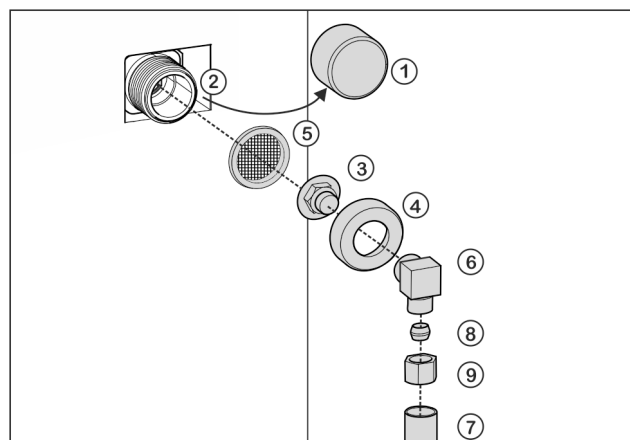

Fig. 24
- ▶ Enlever le bouchon Fig. 24 (1) de l'électrovanne Fig. 24 (2).
- ▶ Insérer la pièce de raccordement Fig. 24 (3) dans l'écrou-raccord Fig. 24 (4).
- ▶ Insérer le filtre Fig. 24 (5) avec la cavité dirigée vers le bas en direction de la pièce de raccordement Fig. 24 (3).
- ▶ Visser l'écrou-raccord Fig. 24 (4) à la main sur le filetage de l'électrovanne Fig. 24 (2) jusqu'à ce qu'il soit bien positionné.
- ▶ Visser le coude *Fig. 24 (6)*.
- ▶ Raccorder la conduite d'eau *Fig. 24 (7)* (par ex. conduite en cuivre de 1/4" OD) au coude *Fig. 24 (6)* à l'aide de la bague de serrage *Fig. 24 (8)* et de l'écrou *Fig. 24 (9)*.
- ▶ Si nécessaire : Fixer la conduite d'eau *Fig. 24 (7)* sur le boîtier à l'aide de l'étrier d'arrêt.
- ▶ Mettre le coude *Fig. 24 (6)* de côté.
- ▶ Raccorder la conduite d'eau *Fig. 24 (7)* (par ex. conduite en cuivre 1/4" OD) à la pièce de raccordement *Fig. 24 (3)* avec une bague de serrage *Fig. 24 (8)* et un écrou *Fig. 24 (9)*.